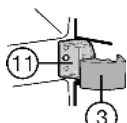

Fig. 18
- ▶ Na prostřední stojan ložiska *Fig. 18 (11)* nasuňte kryt *Fig. 18 (3)*.